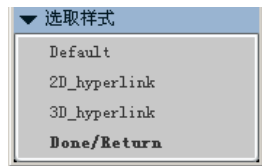

图 5.3.10 “选取样式”菜单
- 当选择 Cur Style (当前样式) 命令时, 系统弹出图 5.3.10 所示的“选取样式”菜单, 读者可以选取相应的样式, 以将其应用到当前的注解文本上; 还可以先接受系统默认的文本文样式, 在创建完注解后再对其编辑, 这将在注解的编辑中讲到。